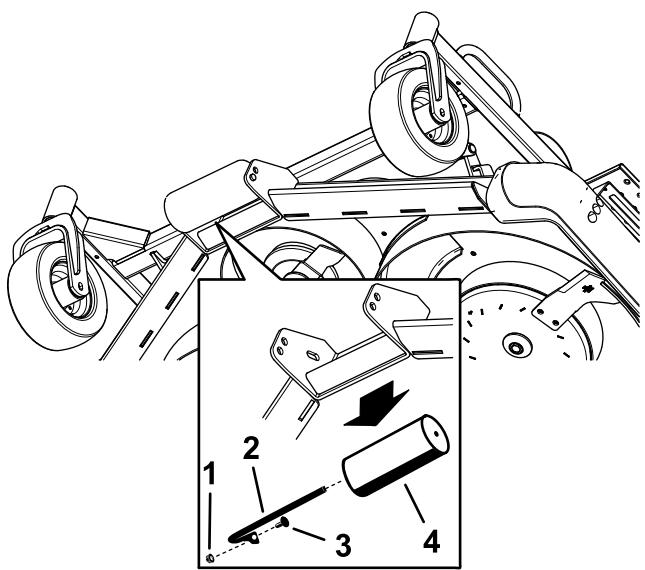

図 30
4. ローラをデッキのブラケットに固定しているシャフト、ボルト、ナットを取り外す図 30。